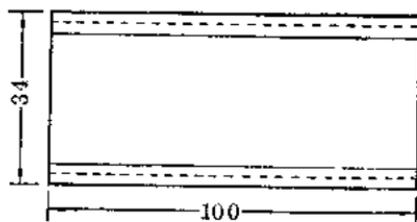

图 3
3. 底板: 用  $100 \times 34 \times 4$  (毫米)3 木板一块作底板, 底板两侧各粘上端面为  $2 \times 2$  (毫米)2 木条一根(图 3), 然后在该木条上再复粘  $2 \times 4$  (毫米)2 木条一根(图 4), 粘好后, 侧视成凹字形。